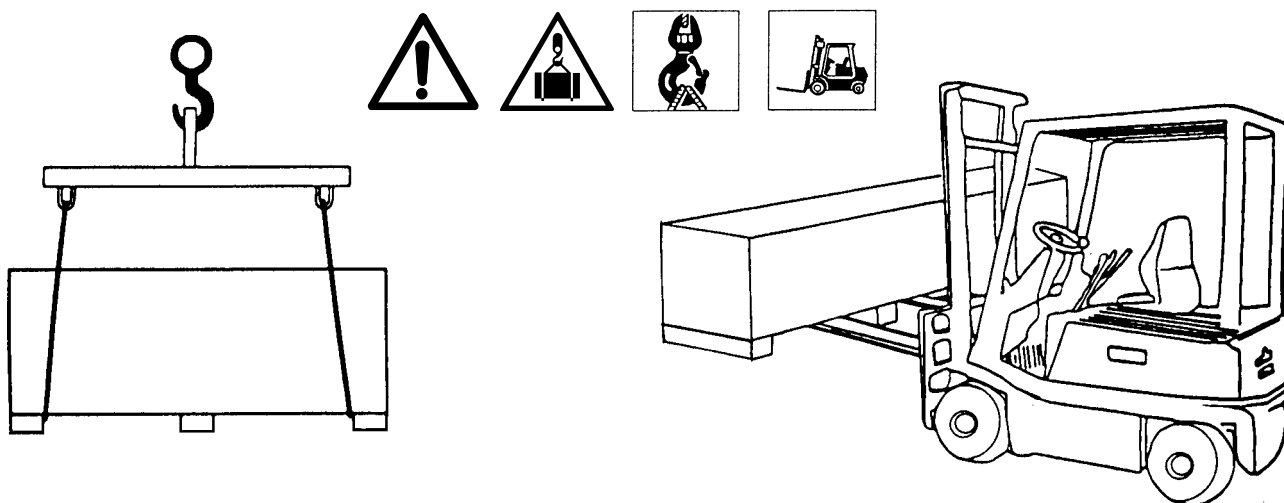

FIGURA 5
- Le operazioni di sollevamento debbono essere eseguite come indicato in Figura 5.
Utilizzando gli appositi punti di aggancio come indicato in Figura 5.